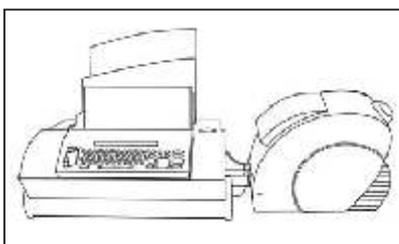

ABBILDUNG 8
- Modell 11 E:* Stellen Sie die Tastatur ohne Plastikzylinder auf die Frontverkleidung Ihrer Fastback -Bindemaschine (Abb.8).